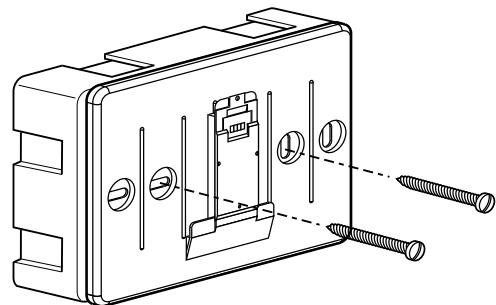

Fig. 2
- fissare la base dell'apparecchio alla scatola sulla parete, usando le viti fornite nel kit (fig.2),